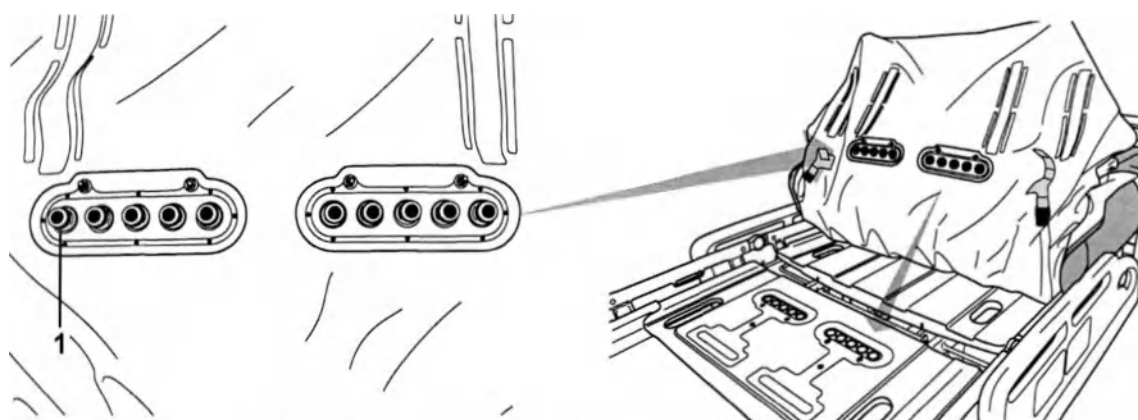

Рис. 5. Воздушные шланги под матрасом
1. Выньте надувной матрас из упаковки и раскатайте на медкровать. Обратите внимание на разъемы воздушных шлангов в нижней части надувного матраса (рис. 5). Их необходимо поместить в ножной части медкровати. Найдите клапан сброса и разъемы воздушных шлангов на ножном конце опорной платформы надувного матраса. Проверьте, что разъемы воздушных шлангов в нижней части надувного матраса полностью очищены от упаковки.
3. Осмотрите разъемы воздушных шлангов под матрасом и проверьте наличие уплотнительных колец (рис. 5, пункт 1) на каждом разъеме.